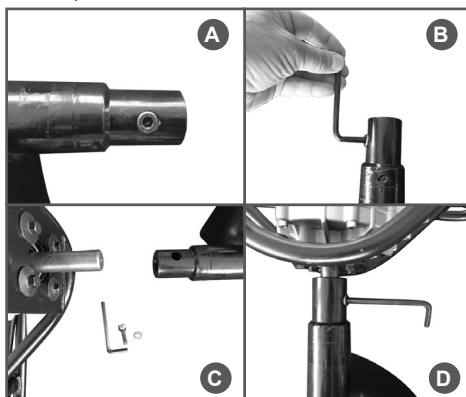
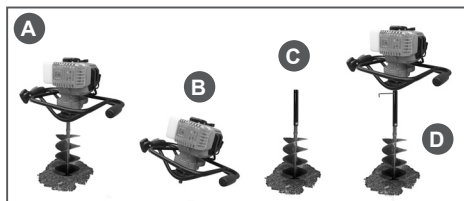

Рис. 3 Установка шнека
Рис. 4 Установка удлинителя
3. Снимите крепеж со шнека (Рис. 3А, 3В).
5. Совместите крепежное отверстие вала отбора мощности с крепежным отверстием шнека (Рис. 3С).
6. Закрепите шнек на валу отбора мощности с помощью прилагаемого крепежа и надежно затяните его (Рис. 3Д).
1. Пробурите скважину в земле глубиной 30-50 см (Рис. 4А). Остановите двигатель.
2. Снимите крепеж шнека (Рис. 3). Отсоедините двигатель от шнека и уберите его в сторону. Двигатель должен опираться на грунт рамой с рукоятками и валом отбора мощности (Рис. 4В).
4. Вставьте удлинитель в вал шнека, совместите отверстия, затем установите крепеж. Надежно затяните (Рис. 4С).
5. Установите двигатель на вал удлинителя и закрепите его крепежом, снятым в п.3. Надежно затяните (Рис. 4Д).